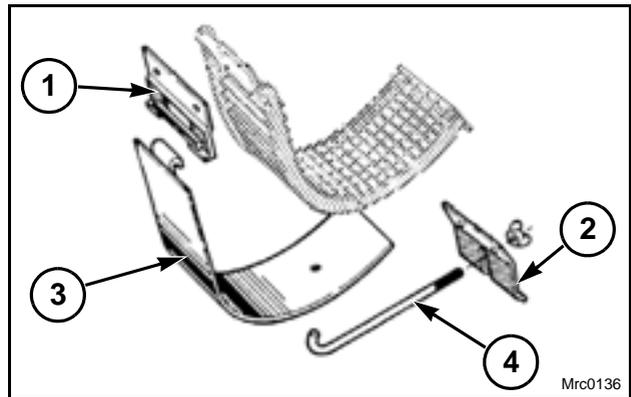

FIG. 181
FIG. 181: las placas bisagras (1) y las placas sujetadoras (2) que se utilizan para montar los paneles del cóncavo, están sujetas al cóncavo y a las placas de extensión con pernos desde fábrica. Los paneles (3) cuelgan de un gancho sobre las placas bisagras del lado derecho del cóncavo y se sujetan con varillas (4) del lado izquierdo. El extremo izquierdo del panel debería instalarse de manera tal que se apoye sobre las placas sujetadoras.